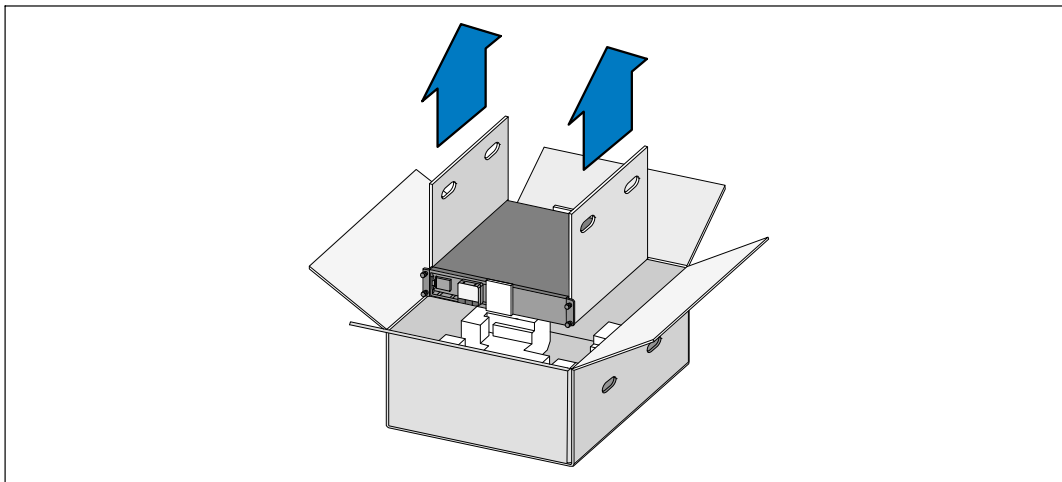

Рис. 3. Подъем корпуса
- 2 Два человека (по одному человеку с каждой стороны) должны осторожно вынуть корпус из картонной упаковки за ручки на картоне и установить его на ровной устойчивой поверхности (см. Рис. 3).